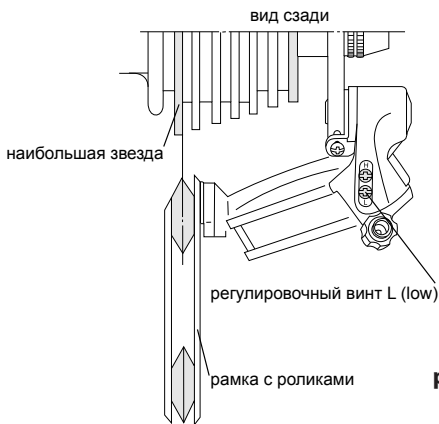

рис. 22
7. ограничительным винтом L (low) добейтесь того, чтобы при крайней низшей передаче (наибольшая звезда) рамка с роликами свободно находилась в плоскости большой звезды (рис. 22), при этом переключение шифтера в положение низшей передачи, должно проходить легко и четко.